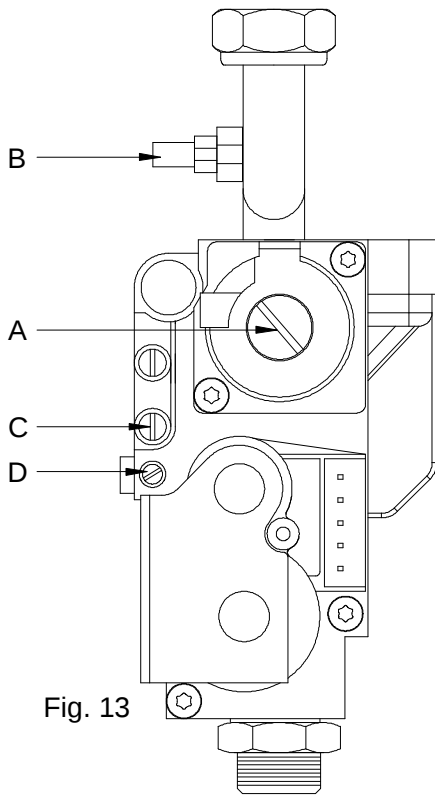

Fig. 13
- ouvrir la prise de pression B (voir fig.13 page 26) du bloc gaz et y relier le manomètre gaz.
- dévisser le bouchon aluminium de protection repère A du bloc gaz (voir fig.13 page 26).
5) Agir sur les touches Δ » et « ∇ » pour régler la valeur du paramètre comprise entre les valeurs limites suivantes : valeur du paramètre mini P10 et valeur du paramètre maxi P11 (99).